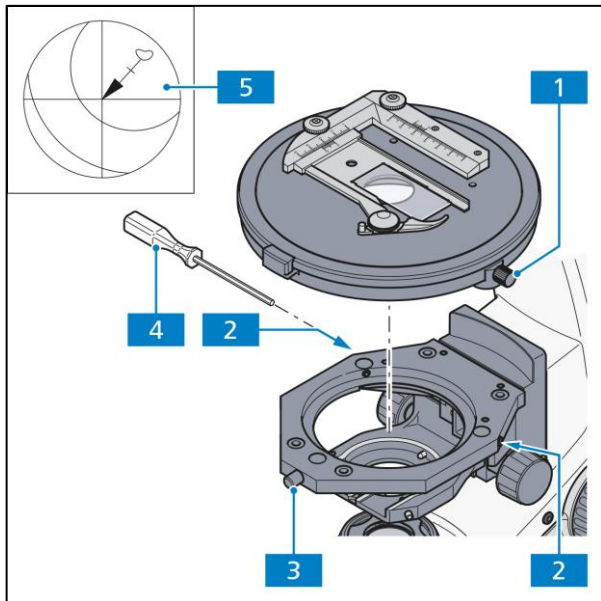

Abb. 3-11 Drehtisch Pol zentrieren
Alle Tische sind werksseitig vorzentriert, d. h. bei der Tischdrehung bleibt ein eingestelltes Präparatdetail in der Bildmitte. Wandert das Detail bei der Tischdrehung aus der Sehfeldmitte (Abb. 3-11/5) so sollte eine Nachzentrierung, wie nachfolgend beschrieben, durchgeführt werden:
- Tischklemmschraube (Abb. 3-11/1) und Schraubkappe des Tischträgers (Abb. 3-11/3) lösen.
- Durch Drehen des Tisches maximale Präparatauslenkung (Abb. 3-11/5, Pfeilanfang) zum Okularstrichkreuz ermitteln.
- Präparatdetail durch Verstellen der beiden Zentrierschrauben am Tischträger (Abb. 3-11/2) mit je einem Innensechskantschlüssel SW 1,5 (Abb. 3-11/4) um die halbe Pfeillänge in Richtung Strichkreuzmitte verschieben. Kontrollieren, ob bei erneuter Tischdrehung Präparatdetail auswandert, ggf. Zentriervorgang wiederholen.
- Nach Zentriervorgang Schraubkappe (Abb. 3-11/3) wieder fest anziehen.